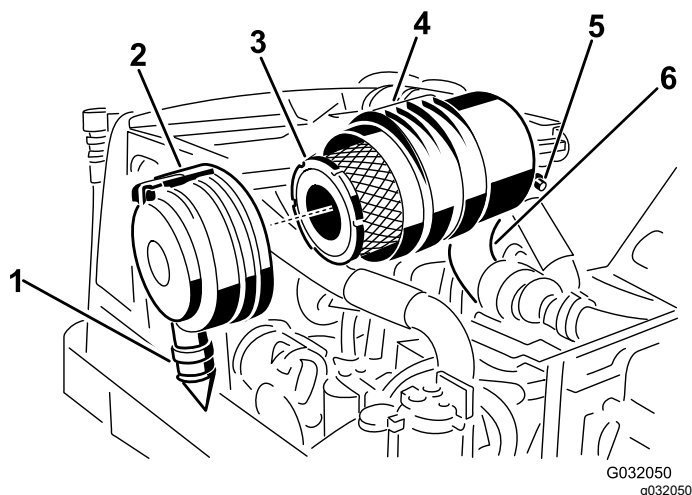

Bild 47
2. Entfernen Sie den Hauptfilter (Bild 47).
zwischen 17.00 Uhr und 19.00 Uhr (vom Ende her gesehen), und arretieren Sie den Riegel. Bild 47
3. Wechseln Sie den Hauptfilter aus (Bild 47).